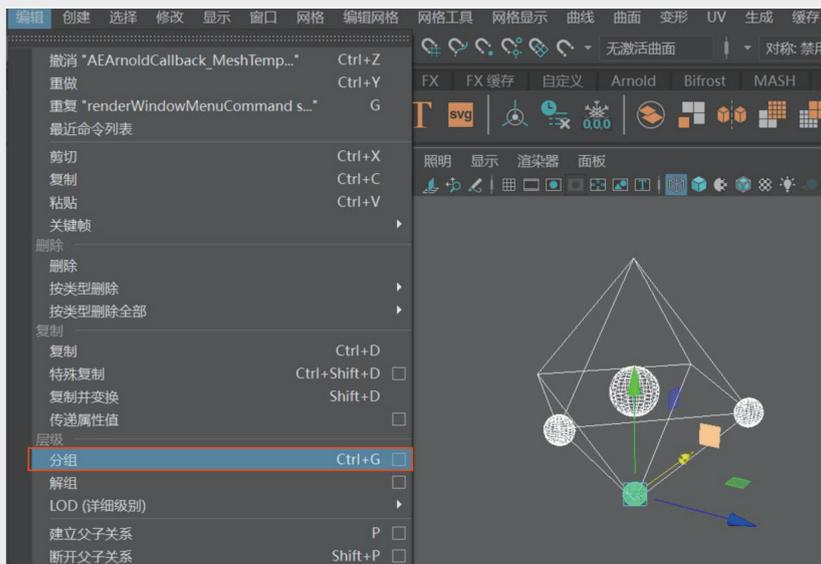

图3-11
**步骤6:** 框选场景中创建的几个结构对象，在菜单中选择“编辑”|“分组”命令（快捷键为Ctrl+G）建立组，使当前几个模型处于同一个组中。编组后会重新生成在整个组中心的枢轴，如图3-11所示。